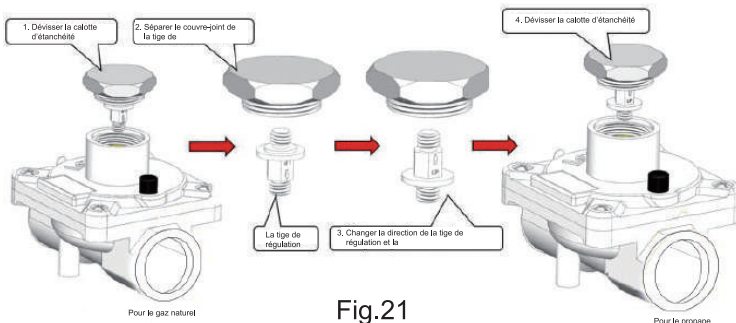

Fig.21
6. Tester la pression de sortie. La pression requise doit être de 10±1 inH₂O. Au cas où la pression ne peut pas satisfaire les exigences, il faut dévisser l'écrou du régulateur de pression suivant la Fig.21, tourner légèrement pour ajuster la pièces en plastique blanc à l'intérieur du régulateur de pression.
8. De même, lorsque la plaque est utilisée sous l'état de GN, tourner la flèche marquée GN vers le haut et la serrer au bouchon à vis(Fig.21). Répéter l'opération ci-dessus. La pression de sortie requise doit être de 4 ± 1 inH2O